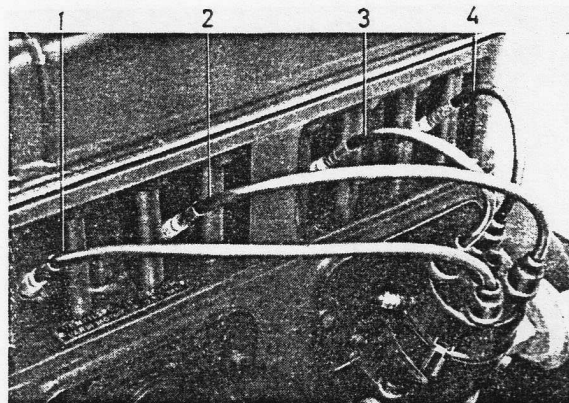

Bild 1-73. Anschluss der Zündkabel
- Kontrollieren, dass der Verteilerläufer auf das Anschlusskabel zeigt, das zum Zylinder Nr. 1 führt. Verteilerdeckel und Zündkabel aufsetzen, siehe Bild 1-73. Der Verteilerläufer bewegt sich im Uhrzeigersinn. Die Zündfolge ist 1—3—4—2.